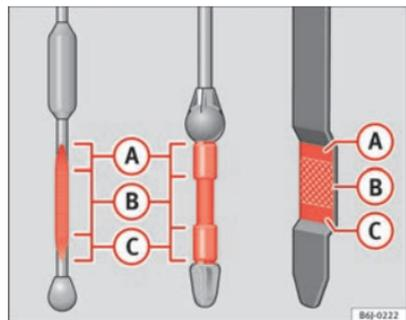

Fig. 132 Varilla de medición del nivel de aceite
- A continuación, vuelva a extraerla y compruebe el nivel de aceite ⇒ fig. 132. En caso necesario, reponga aceite del motor.